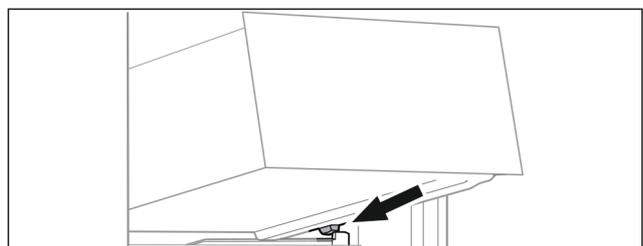

Fig. 121
- ▶ Встановити висувний ящик за стопорами на ребро для резервуару навкоси. (див. Fig. 121)